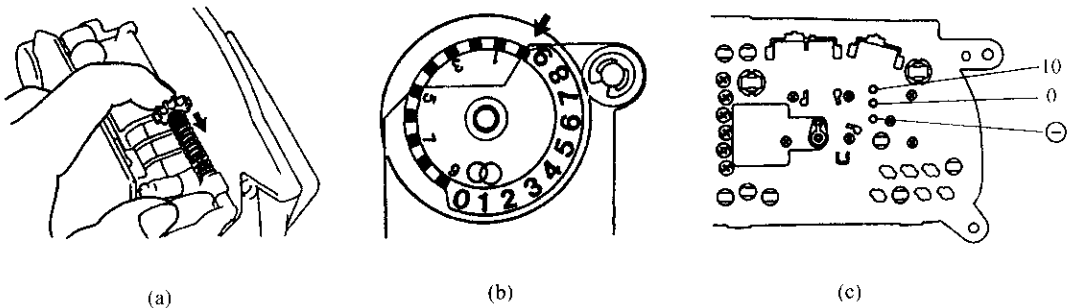

图 9-55 调整车速表单元
(2) 在警报灯亮起前, 如已更换正时传动带, 进行以下步骤。
①从组合仪表上拆下车速表单元。
②分离里程表顶端的齿轮, 调整凸轮位置, 如图 9-55 (b) 示。